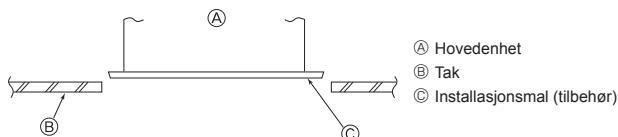

Fig. 2-7
2.6. Bekrefte posisjonen til hovedenheten, og stramme opphengsboltene (Fig. 2-7)